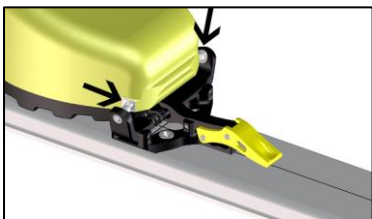
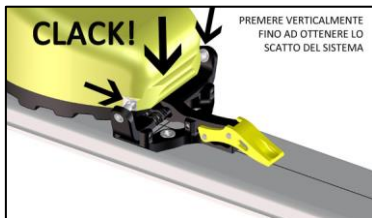
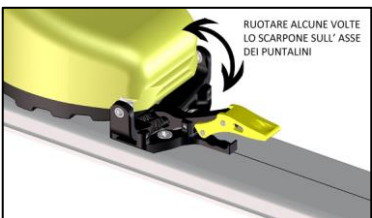

FIGURA 14
FIGURA 15
FIGURA 16
- Avvicinare la punta scarpa al puntale, portando le due sedi dell'inserto metallico anteriore dello scarpono in corrispondenza dei puntalini di aggancio dell'attacco (**FIGURA 14**). Da questa posizione, premere la punta scarpa verso il basso (verticalmente) generando lo scatto del sistema elastico che andrà a chiudersi sullo scarpono (**FIGURA 15/16**). Far oscillare poi alcune volte lo scarpono sull'asse dei puntalini, per verificare il corretto accoppiamento scarpono attacco, come mostrato in **FIGURA 16**.